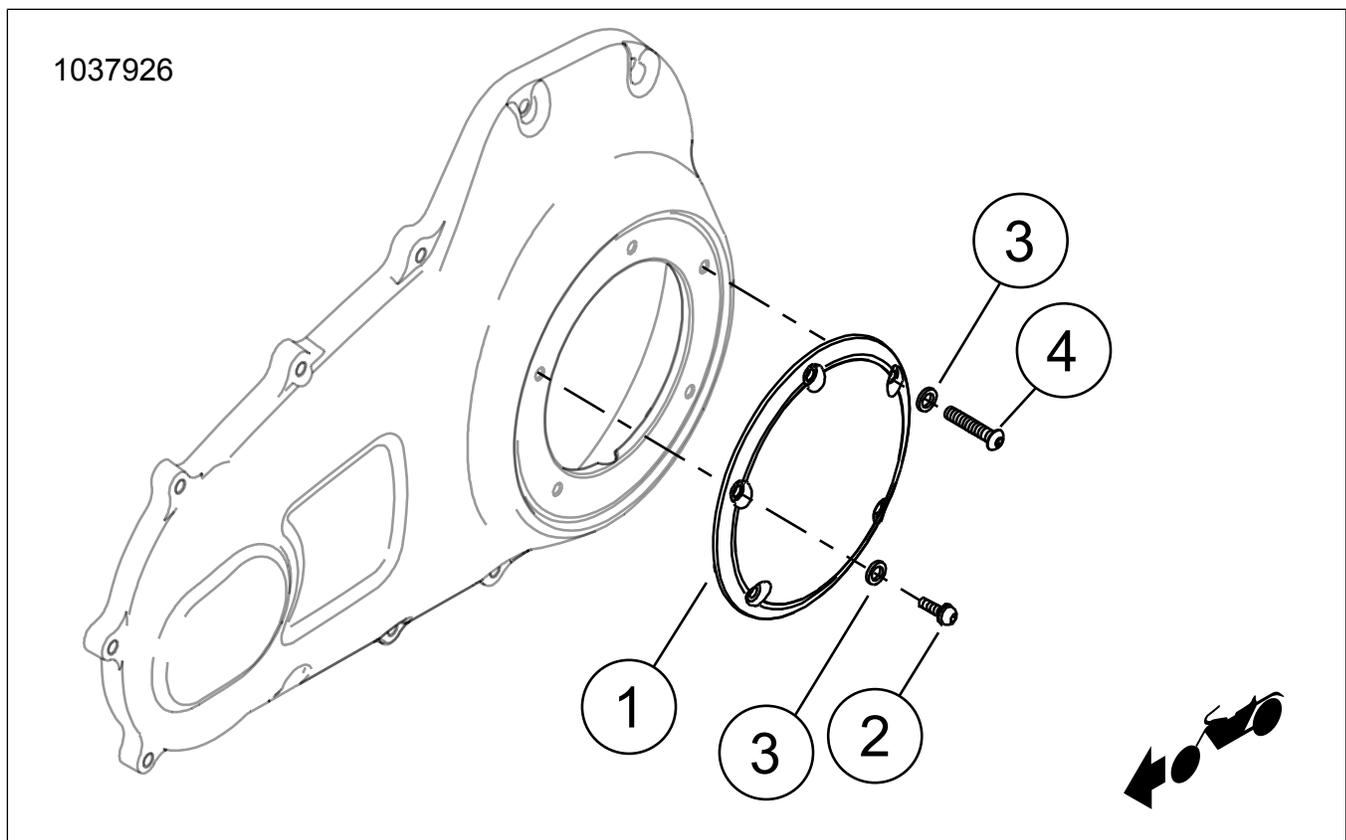

Figura 1. Conteúdo do kit: Componentes da tampa de inspeção da embreagem
1. **Kits: 25338-99B, 25700435, 25700436, 25700446, 25700469, 25700471, 25700472, 25700473, 25700474, 25700476, 25700505, 25700740, 25700843, 25700844, 25700887, 25700888, 25700987, 25700988, 25701020, 25701022, 25701057, 25701059, 25701086, 25701169, 25701171, 25701403, 25701404, 25701519, 25701536:** Instale a nova tampa de inspeção da embreagem (1), o anel de vedação "o-ring" e os novos parafusos (2) e arruelas (3).
2. **Kits: 25700434, 25700437, 25700477, 25562-09, 25701173, 25701454, 25701480, 25701517, 25701518, 25701520, 25701537, 25701551, 25701573, 25701574:** Instale a nova tampa de inspeção da embreagem (1), o anel de vedação "o-ring" e os OE parafusos (2) com arruelas de pressão.
3. **Kits: 25700571, 25700572, 25700573, 25700703, 25700704, 25700705:** instale a nova tampa de inspeção da embreagem (1), o o-ring e os novos parafusos (2) e arruelas (3). Observe que um parafuso (4) é mais longo e deve estar localizado na posição de 2 horas na tampa de inspeção da embreagem, conforme exibido em Figura 1.
4. **Kits: 25700515, 25700768, 25700822, 25700825, 25700826:** instale a nova tampa de inspeção da embreagem (1) e os novos parafusos (2) conforme mostrado no Figura 1. Não são usadas arruelas nesse kit.